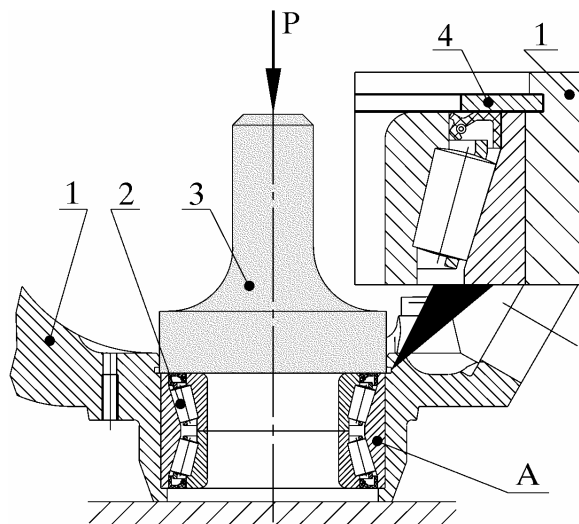

Рис. 15. Запрессовка подшипника в отверстие поворотной стойки левой (правой) и установка стопорного кольца подшипника:
8.1.1. Установить поворотную стойку 1 (рис.15) на стол пресса большим диаметром отверстия вверх
8.2. Установить стопорное кольцо 4 (см. рис. 15) подшипника в кольцевую проточку поворотной стойки 1